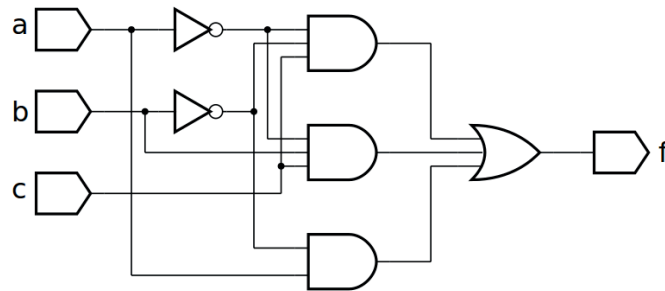
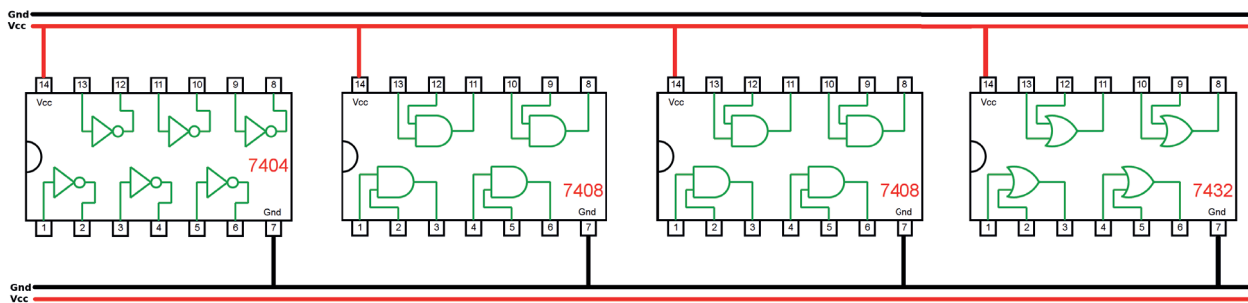

Figura 5.24 – Diagrama esquemático.
Figura 5.25 – Disposição dos componentes (TTL) para a placa de montagem.
1. Complete as ligações na figura 5.25 ou 5.26 de acordo com a figura 5.24.
5. Utilize um programa de simulação em computador (SmartSim, Atanua, Qucs) faça a simulação do circuito da figura 5.24. Compare os resultados com a Tabela 5.12.
6. Escreva a equação booleana do circuito da figura 5.24 e simule no programa para o Arduino.